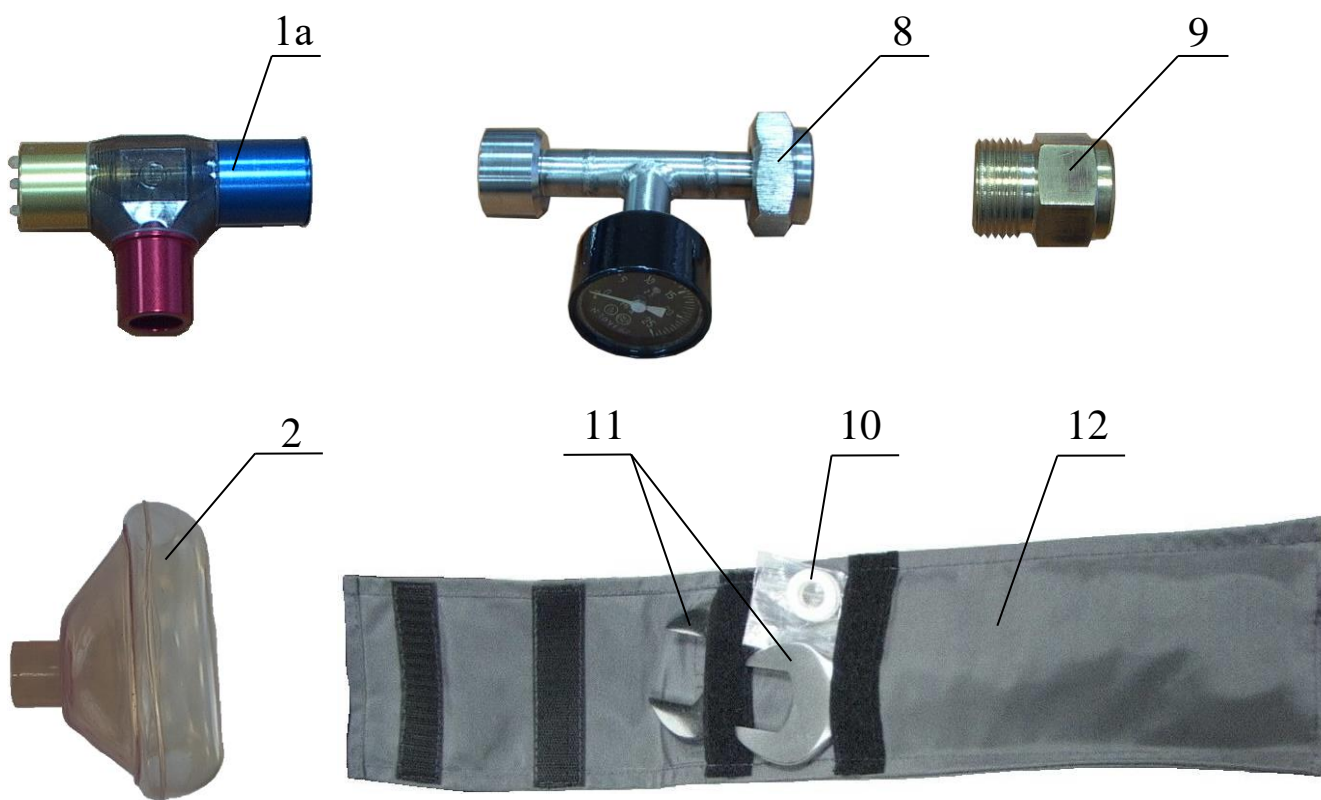

Рисунок 5 – Комплект ЗИП
1.5.1 Для выполнения работ, необходимых при эксплуатации ингалятора и проведении технического обслуживания, прилагается комплект ЗИП (Рисунок 5).